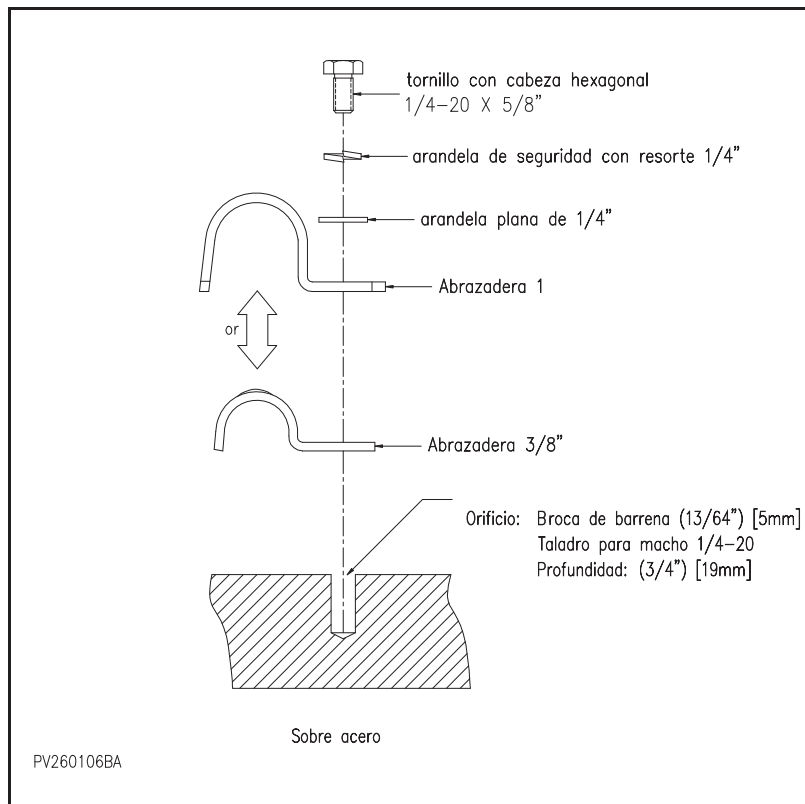

Figura 1
1. Perfore los orificios de acuerdo a la *Figura 1*.